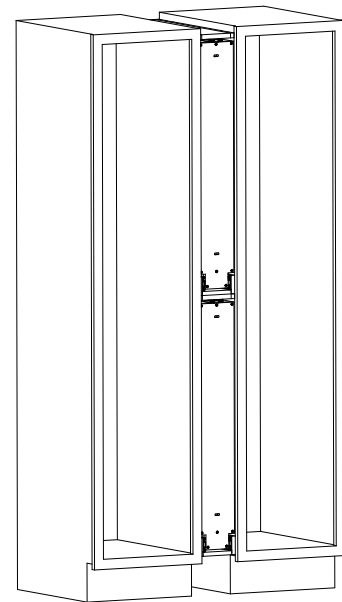

Fig 9
**Step 7.** Mount filler cabinet pull-out to adjacent cabinet 2. (See fig. 9).
**Étape 7.** Monter le module coulissant sur l'armoire adjacente 2. (Voir la figure 9).